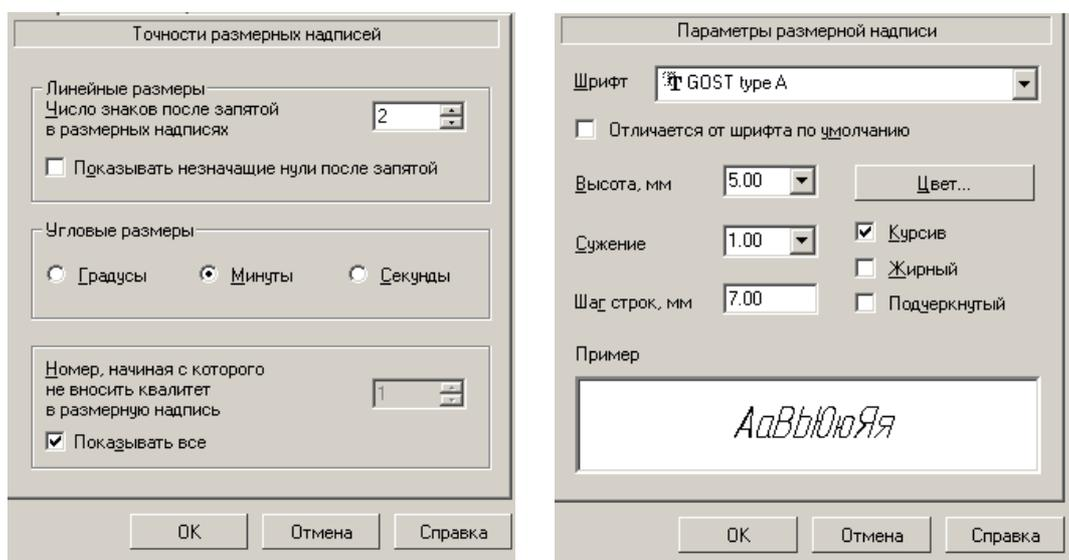

Рис. 2.6. Окна «Точности размерных надписей» и «Параметры размерных надписей»
- щелкните по пункту **Размеры**, а затем **Точности**. В правой части появится панель **Точности размерных надписей** (условимся в дальнейшем для краткости изложения указанные выше пункты записывать в виде схемы **Сервис, Параметры, Размеры, Точности**). Далее необходимо установить для размерных надписей число знаков после запятой (рис. 2.6а).
Для установки параметров размерной надписи щелкните по пунктам падающего меню и открытой вкладки текущий чертеж **Сервис, Параметры, Размеры, Надпись**. В правой части появится панель **Параметры размерной надписи**, представленная на рис. 2.6.